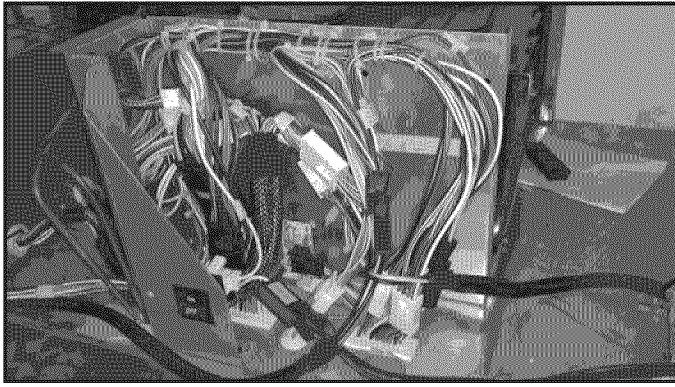

FIGURE 21
26. Rebrancher les 4 connecteurs de fil déconnectés pour laisser un dégagement pour l'acheminement du faisceau de câblage à l'étape 23. Voir *Figure 21*.